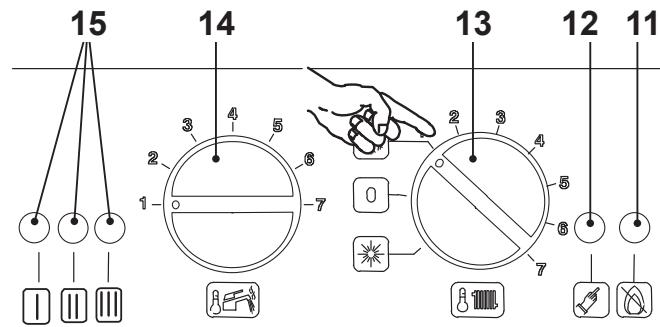

рисунок 5.43
- Подайте электрическое питание к котлу, включив биполярный выключатель, предусмотренный в установке; сигнальная лампочка 15 (рисунок 5.43) мигает каждые 2 секунды.
- Держите в нажатом положении кнопку сброса 12 (рисунок 5.43) в течение 10 секунд, лампочка блокировки 11 (рисунок 5.43) начнёт мигать.
- Для настройки режима насоса сигнальные лампочки 15 (рисунок 5.43) должны иметь вид, как показано на рисунке 5.44 (условные обозначения лампочек, рисунок 5.45).
- Если данная последовательность не будет показана, нажимайте на кнопку сброса 12 (рисунок 5.43) до тех пор, пока не будет выполнен показ (3 раза).
Для показа заданной настройки держите в нажатом положении кнопку сброса 12 (рисунок 5.43), примерно, 5 секунд. Сигнальные лампочки 15 (рисунок 5.43) будут мигать столько раз, сколько было установлено (рисунок 5.46).
- Для изменения настройки поверните ручку регулировки температуры санитарного оборудования 8 (рисунок 5.43) и поставьте её на выбранный способ (рисунок 5.46) (на рисунке примера ручка была настроена на режим термостата среды), сигнальная лампочка блокировки 11 (рисунок 5.43) начнёт быстро мигать.
- Для внесения в память настройки держите в нажатом состоянии кнопку сброса 12 (рисунок 5.43), примерно, 5 секунд, все сигнальные лампочки 15 (рисунок 5.43) начнут одновременно мигать, как показано на рисунке 5.47 (условные обозначения лампочек, рисунок 5.45).
- Для настройки времени постциркуляции насоса сигнальные лампочки 15 (рисунок 5.43) должны иметь вид, как показано на рисунке 5.49 (условные обозначения лампочек, рисунок 5.45).
- Если данная последовательность не будет показана, нажмите на кнопку сброса 12 (рисунок 5.43) до тех пор, пока не будет выполнен показ (1 раз).
Для изменения настройки поверните ручку регулировки температуры санитарного оборудования 14 (рисунок 5.43) и поставьте её на выбранное время (рисунок 5.50) (на рисунке примера ручка была настроена на постциркуляцию в 1 минуту), сигнальная лампочка блокировки 11 (рисунок 5.43) начнёт быстро мигать.